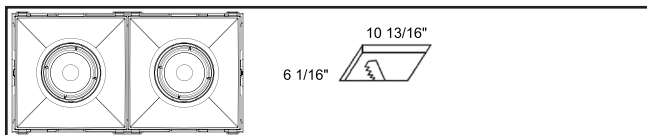

Figure 1.6.
- 2 lumières : 10 13/16 X 6 1/16 po (figure 1.6)